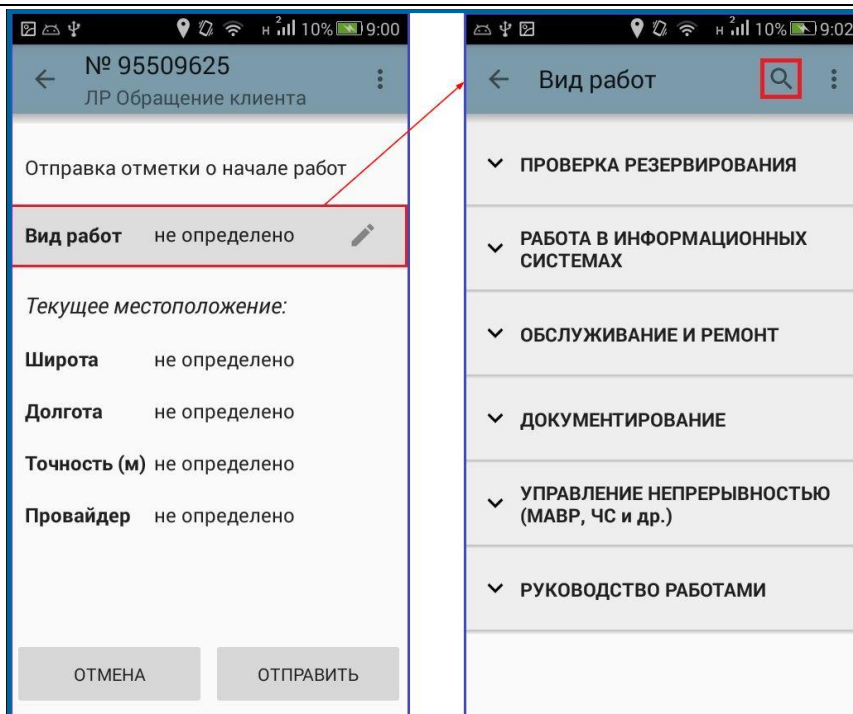
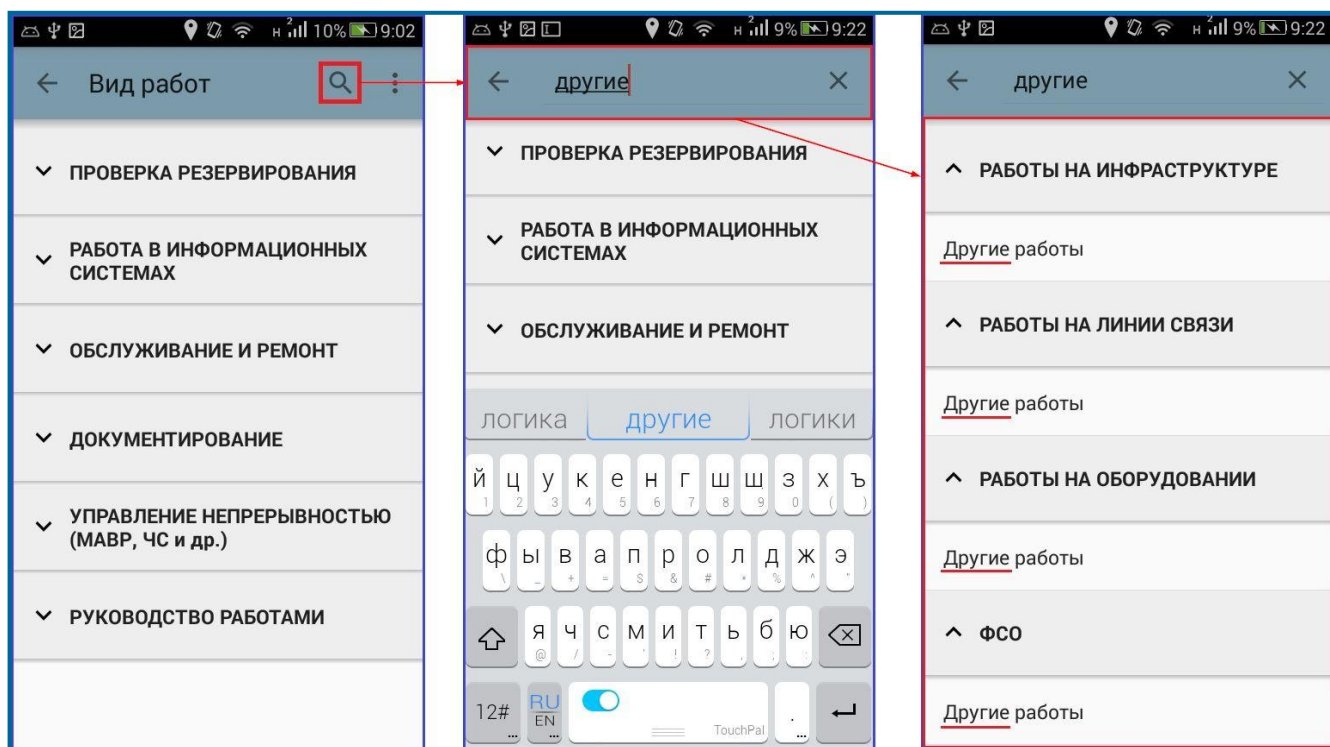

Рис. 4.22 – Заполнение поля «Вид работ» Оперативного ЛР
Рис. 4.23 – Процесс поиска видов работ
4. В открывшемся окне (Рис. 4.22) выбрать значение поля «Вид работ», нажав на пиктограмму . Поле является обязательным для заполнения. Далее необходимо из раскрывающихся списков выбрать необходимый вид работы.
Примечание. В форме выбора вида работ реализован поиск видов работ по значку  (Рис. 4.22). Более подробно процесс поиска представлен на Рис. 4.23.